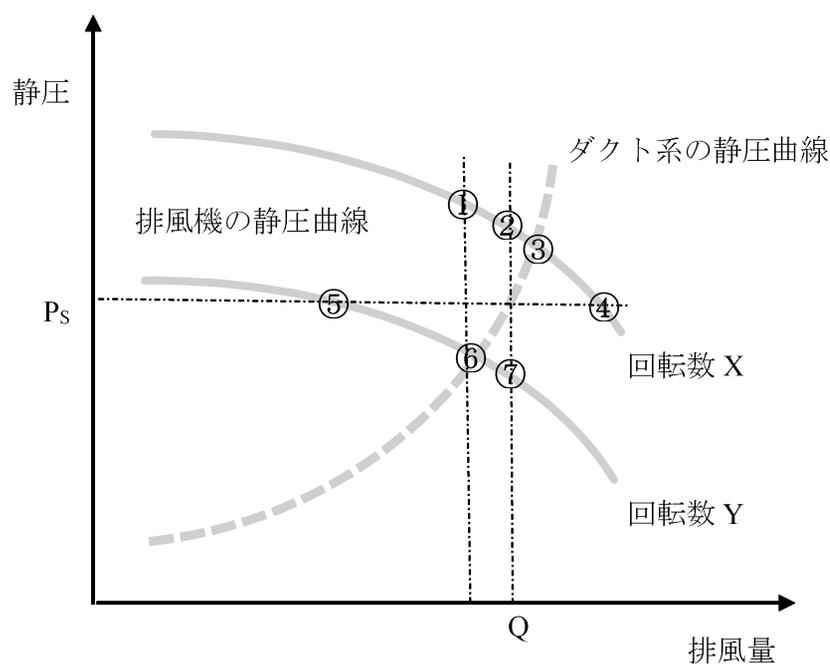

図6 排風機の特性能線図
(6) 局所排気装置の設計計算を行った結果、排風量が  $Q$ 、排風機にかかる静圧が  $P_s$  となった。図6には、使用する排風機の静圧曲線（実線）とダクト系の静圧曲線（点線）を示したが、次の間に答えよ。
なお、ア～ウの動作点については図6の該当する番号①～⑦で答えよ。